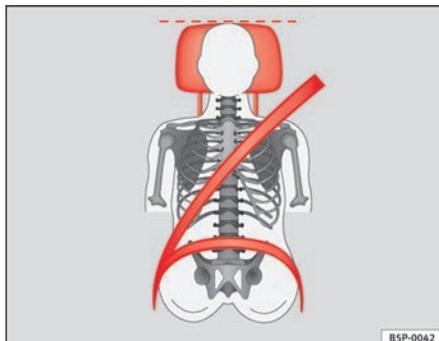
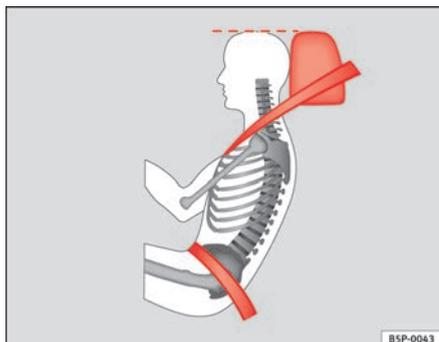

Fig. 3 Encosto de cabeça correctamente ajustado visto de frente
Fig. 4 Encosto de cabeça correctamente ajustado visto de lado
- Ajustar os encostos de cabeça de modo a que o rebordo superior do encosto fique, na medida do possível, alinhado com o alto da sua cabeça, no mínimo à altura dos olhos ⇒ fig. 3 e ⇒ fig. 4.